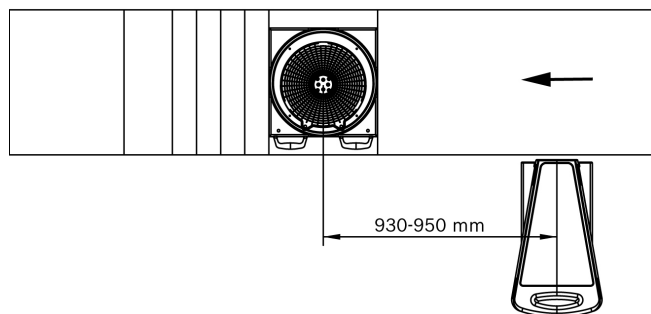

Fig. 3: Distancia entre plato giratorio y registrador de valores de medición
1. Determinar la posición del registrador de valores de medición con la distancia más corta hasta la placa giratoria (Fig.3).